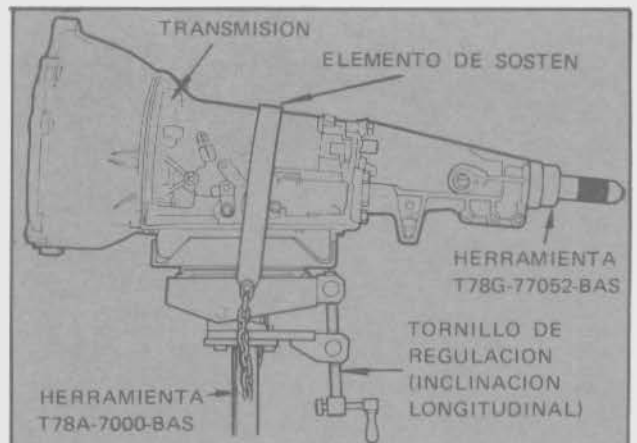

Fig. 23 - Instalación de la herramienta especial T78A-7000-BAS
- Instalar debajo del cárter de la caja la herramienta especial T78A-7000-BAS y verificar su apoyo firme. Asegurar el conjunto pasando el elemento de sostén de la herramienta por encima de la caja (Fig. 23).